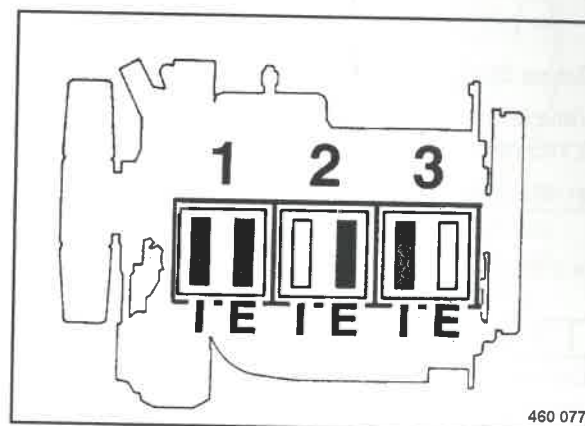

Fig. 129
- Controllare le valvole contrassegnate in nero (Fig. 129) sui cilindri 1, 2 e 3 ed event. registrarle.